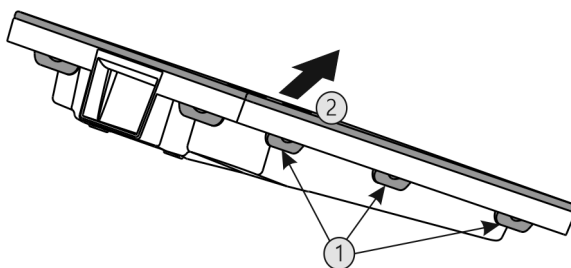

Fig. 58
- ▶ Wszystkie nakładki Fig. 58 (1) wcisnąć po kolei i zdjąć Fig. 58 (2) pokrywę.